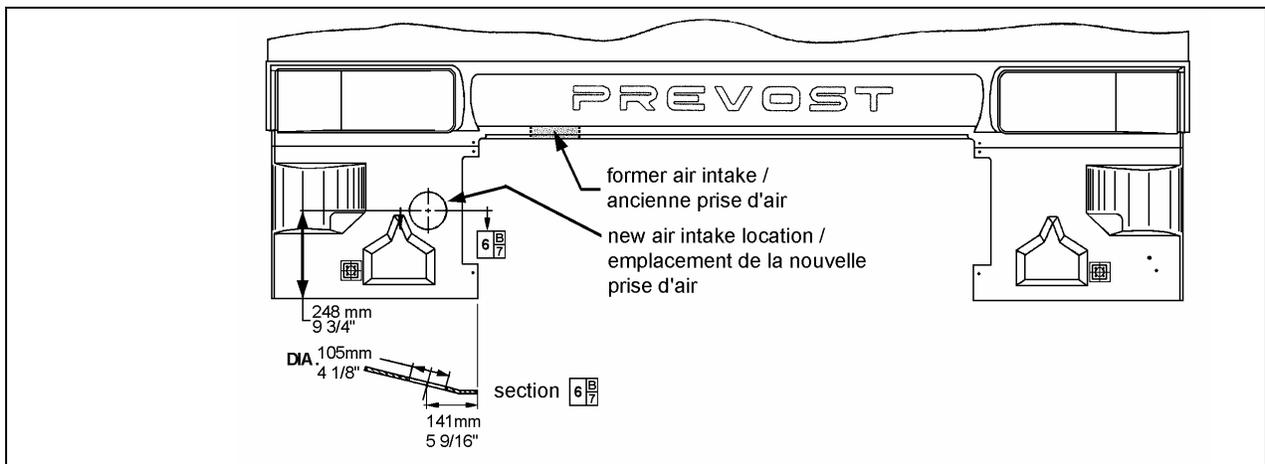

FIGURE 2: SCHÉMA DU DEVANT DU VÉHICULE, SANS LE PARE-CHOCS
3. Découper une ouverture circulaire de 4 1/8" (105mm) de diamètre dans la paroi tel que montré à la figure 2.